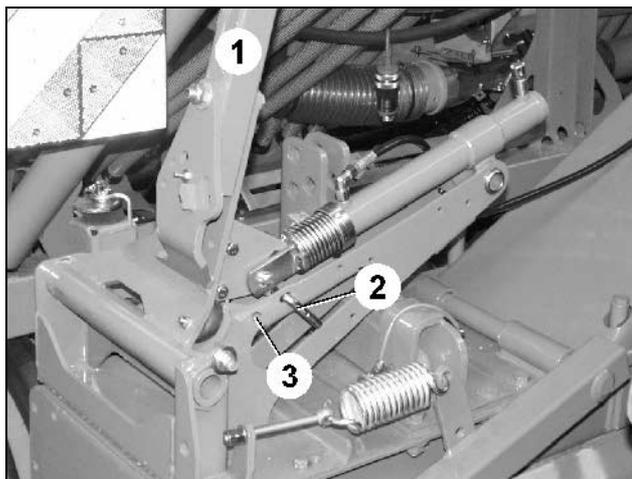

Fig. 29
Avant tout déplacement sur la voie publique et sur les voies privées, les traceurs doivent impérativement être goupillés en sécurité pour éviter toute descente inopinée des traceurs (Fig. 29/2).
- Tenez le bras du traceur (Fig. 29/1) et enlevez l'axe avec la goupille d'arrêt (Fig. 29/2) (nécessaire pour le transport)
- Lorsqu'ils ne sont pas utilisés, brochez dans le trou l'axe avec la goupille (Fig. 29/3).
Une fois la goupille d'arrêt enlevée (Fig. 29/2) le bras du traceur s'incline légèrement sur le côté.